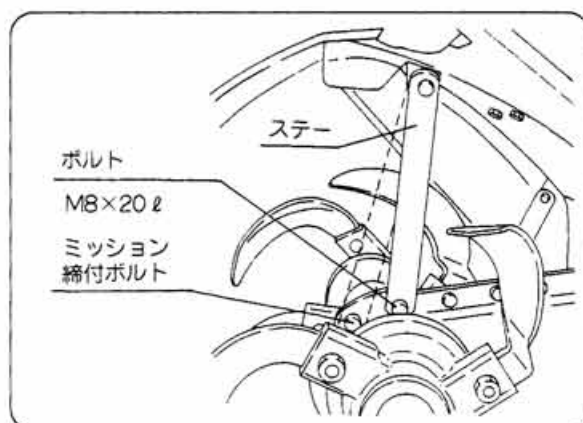

図59
⑤ ステアを1段上にセットしてください。(M8×20ℓ ボルト) (図59)
⑥ ミッション締付ボルトを取付けてください。(図59)